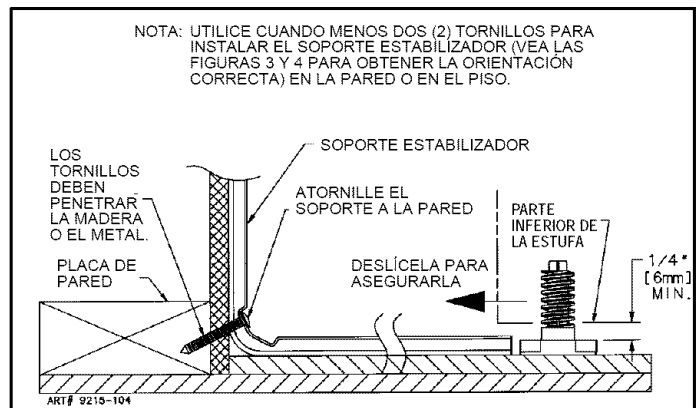

FIGURA 5
2. Pared: Ubique el centro de los dos orificios que se identifican en las figuras 3 y 4 según corresponda, como "ORIFICIOS PARA LA PARED." Taladre un agujero piloto de 1/8" (3 mm) en el centro de cada orificio según se muestra en la figura 5. (Puede utilizarse un clavo o una lezna si no tiene una broca). Asegure el soporte ESTABILIZADOR al piso con los dos tornillos que se proporcionan según se muestra en la figura 5. Continúe con el PASO 3.
- B. Alinee la estufa en la ubicación que se desee y deslícela hacia atrás en su lugar. Nota: Se necesita una distancia mínima de 1/4" (6 mm) entre la estufa y la pata niveladora que asegurará el soporte estabilizador, vea la figura 5.